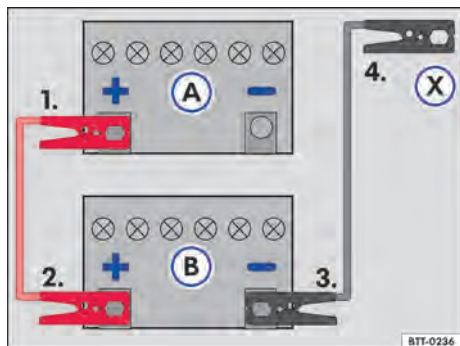

Fig. 199 Esquema para a conexão dos cabos auxiliares de partida: bateria do veículo descarregada (A) e bateria do veículo fornecedora de corrente (B).
Legenda para → Fig. 199:
Conectar o cabo auxiliar de partida somente na sequência 1 – 2 – 3 – 4 → Fig. 199.
- Conectar uma extremidade do cabo auxiliar de partida *vermelho* ao polo positivo (+) do veículo com a bateria do veículo descarregado → Fig. 199 (A) → .
- Conectar a outra extremidade do cabo auxiliar de partida *vermelho* ao polo positivo (+) do veículo fornecedor de corrente (B).
- Conectar uma extremidade do cabo auxiliar de partida *preto* ao polo negativo da bateria do veículo fornecedor de corrente (B).
- Conectar a outra extremidade do cabo auxiliar de partida *preto* (X) no veículo com a bateria descarregada no ponto de auxílio à partida (ponto de aterramento) ou em uma peça de metal maciça parafusada firmemente no bloco do motor - porém não nas proximidades da bateria (A) → .